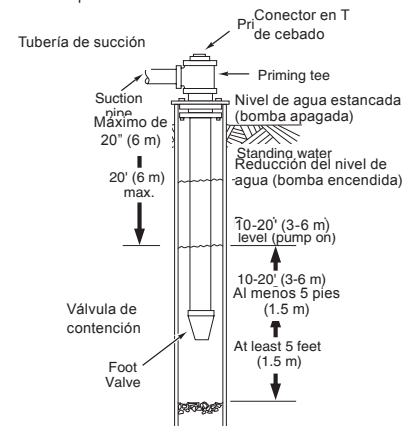

FIGURA 1 - INSTALACIÓN DE POZO ENCAMISADO/EXCAVADO
5. Cuando use una válvula de contención, se recomienda usar un conector en T de cebado y tapón (Figura 1).
5. Si los tramos de tubería horizontal son largos, instale un conector en T de cebado entre la válvula de retención y la entrada del pozo (Figura 1). Use tubería de hierro o Schedule 80.